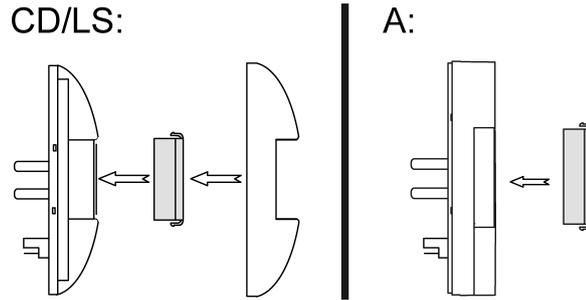

Bild 12: Montage Blende Serie CD/LS und A
- Blende für linke oder rechte Seite des Gerätes montieren (Bild 12).
- Blende von vorne auf die linke oder rechte Seite des Geräts montieren (Bild 12).